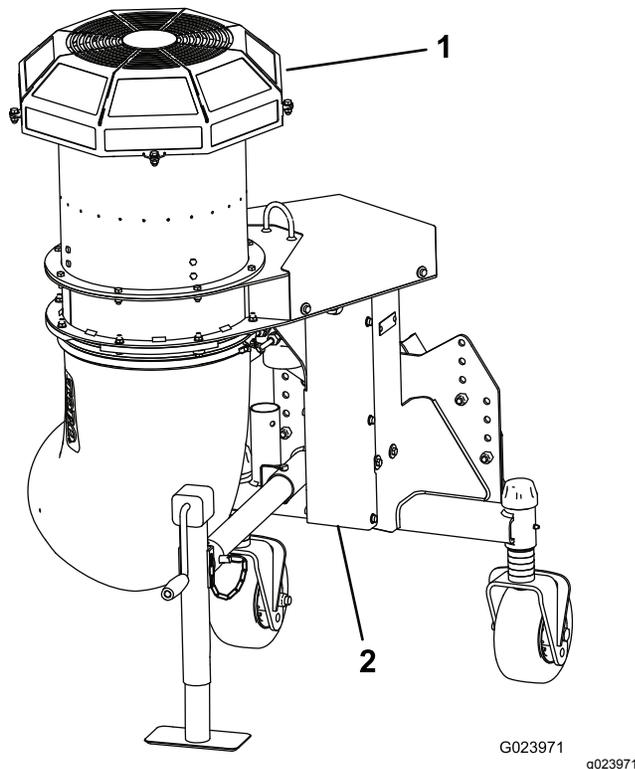

Figura 18
**Importante:** Non utilizzate la macchina senza aver montato la protezione della ventola e della scatola degli ingranaggi (Figura 18).